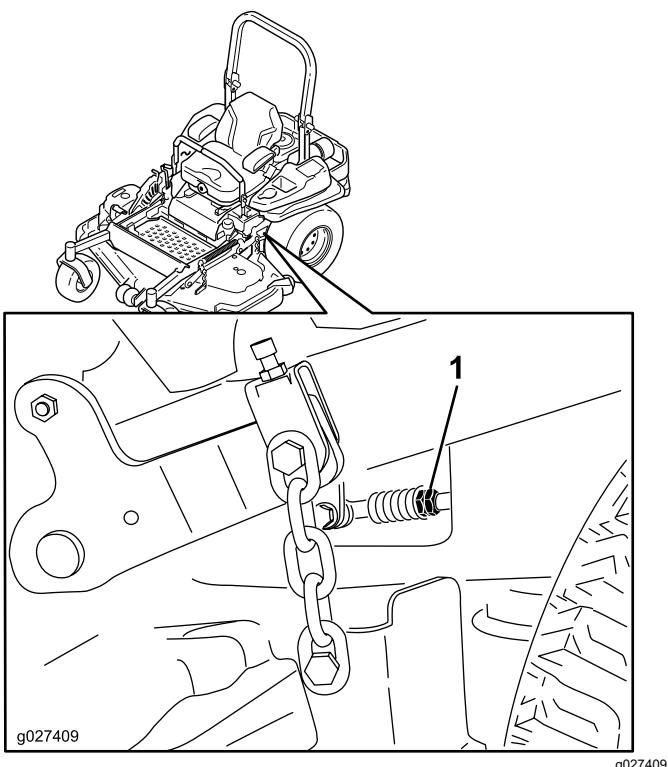

Figure 84
10. Réglez la longueur des tiges de pompes en tournant les doubles écrous dans le sens voulu jusqu'à ce que les roues tournent légèrement en marche arrière (Figure 84).